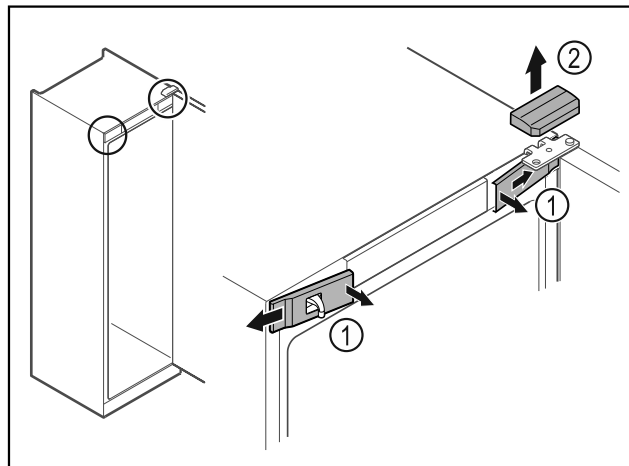

Fig. 13
- ▶ Pattintsa ki belül az elülső burkolatokat Fig. 13 (1), és tegye félre.
- ▶ Vegye le felfelé a felső burkolatot Fig. 13 (2).